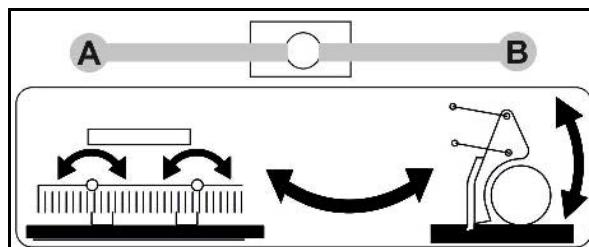

Рис. 99
- Установите шаровой кран (Рис. 99/1) в положение **B**.